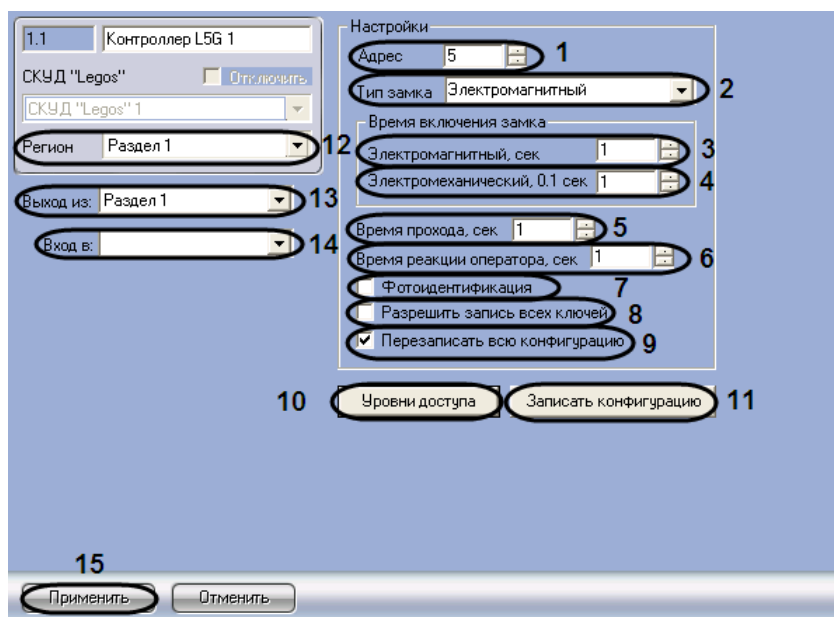

Рис. 3.3—28 Панель настройки объекта Контроллер L5G
2. В поле **Адрес** ввести с помощью кнопок **вверх-вниз** адрес контроллера L5G в десятичной системе счисления (см. Рис. 3.3—28, 1).
3. Из раскрывающегося списка **Тип замка** выбрать тип используемого замка – электромагнитный или электромеханический (см. Рис. 3.3—28, **2**).